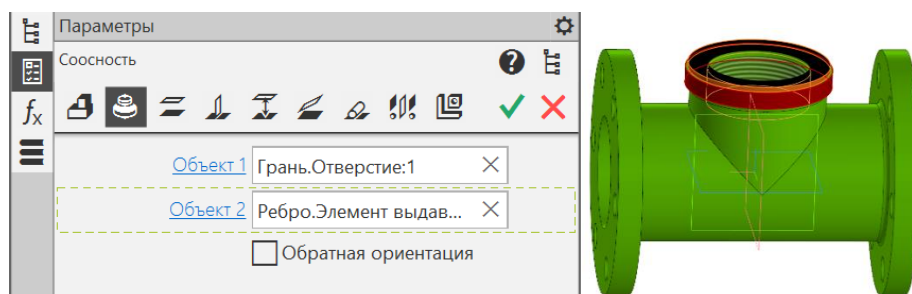

Рис.12 Сопряжение «Соосность»
- **Сборка – Размещение компонентов Сопряжения – Соосность.** Указать цилиндрические поверхности для сопряжения (рис. 12): Объект 1 (Корпус) – Грань. Отверстие: 1; Объект 2 (Прокладка) – Грань. Элемент выдавливания: 1.